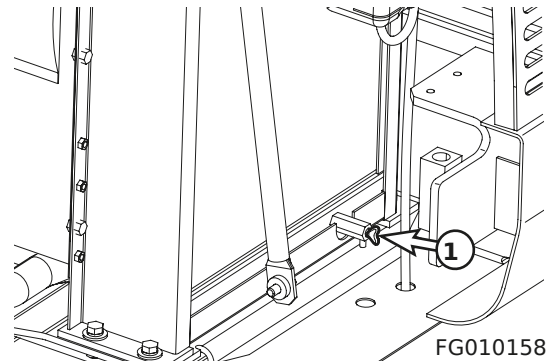

Figura 78
2. Coloque un recipiente debajo del radiador y abra el válvula de drenaje (2, Figura 78).
3. Retire el tapón de drenaje del refrigerante (1, Figura 78) del motor.